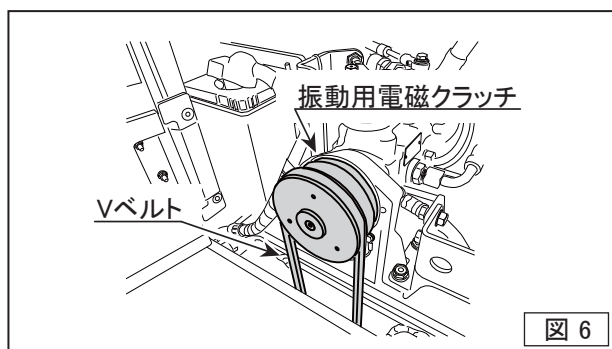

図 6
- Vベルトのゆるみを点検します。張りが弱いと振動が弱くなったり、Vベルトが破損しやすくなります。(図6)